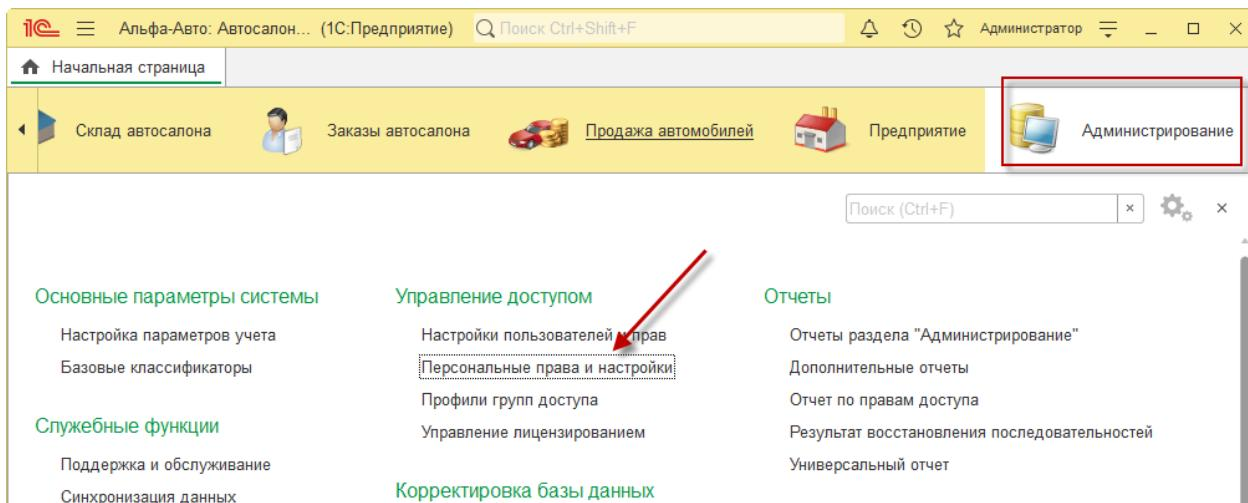

Рис. 5. Подсистема "Администрирование", запуск обработки "Права и настройки"
- Блок "Адрес сервера".** В данном блоке отображается адрес подключения к системе Аудатэкс. Адрес сервера можно изменить в правах и настройках Альфа-Авто, для этого необходимо открыть в подсистеме "Администрирование" обработку "Персональные права и настройки". Адрес сервера указывается в праве № 10019 "Сервер auto pad web" (указывается для группы пользователей; Рис. 5).